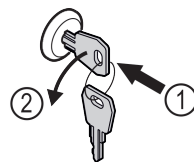

Fig. 176
- ▶ Introducir la llave. Fig. 176 (1)
- ▶ Girar la llave 90° en sentido antihorario. Fig. 176 (2)